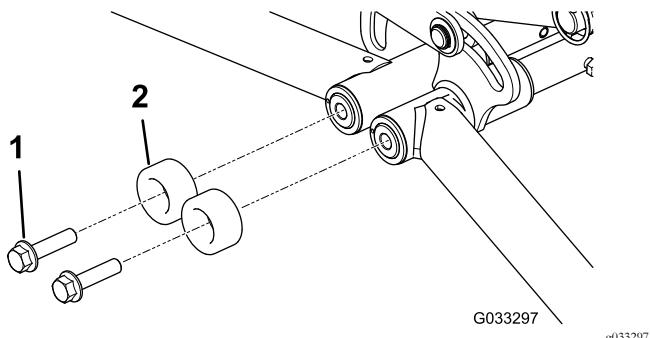

Figura 19
2. Retire os parafusos com cabeça flangeada e os para-choques redondos (Figura 19).